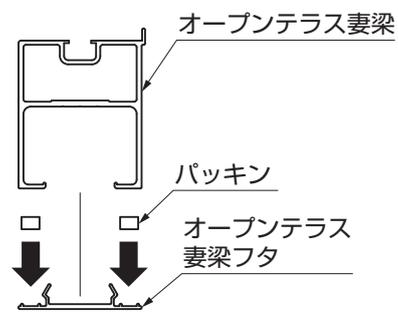

図4-8
- ③パッキンをガタツキ防止の為、適量にカットしてオープンテラス妻梁に貼付けてください。(図4-8参照)
- ④オープンテラス妻梁フタをオープンテラス妻梁にはめ込んでください。